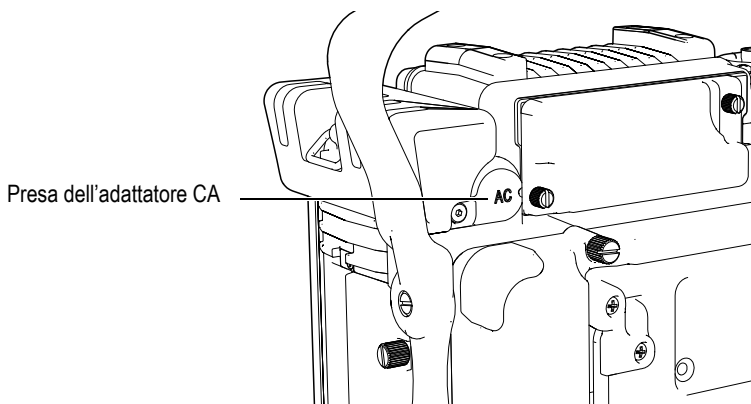

Figura 2-3 Presa dell'adattatore CA
L'alimentazione CA viene fornita agli strumenti della serie EPOCH™ 1000 mediante il caricabatteria-adattatore (codice fabbricante EP-MCA). Tale caricabatteria-adattatore è munito di un'entrata universale per corrente alternata, in modo che lo strumento possa funzionare con qualunque tensione, da 100 a 120 VCA oppure da 200 a 240 VCA; con frequenze da 50 Hz a 60 Hz. La presa del caricabatteria-adattatore degli strumenti della serie EPOCH 1000 si connette all'uscita dell'adattatore (vedi Figura 2-3 alla pagina 42).
3. Collegare il cavo di alimentazione CC (Corrente Continua) del caricabatteria-adattatore nel connettore di entrata dell'adattatore CA (vedi Figura 2-3 alla pagina 42).